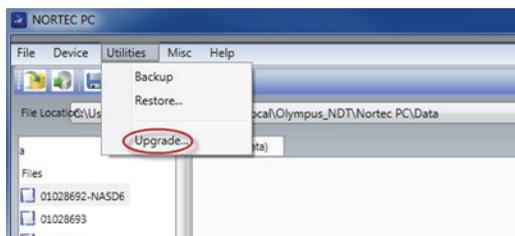

图 6-12 功用菜单
6. 在 NORTEC PC 软件的 **Utilities**（功用）菜单中，选择 **Upgrade**（升级）（参见第 292 页的图 6-12）。